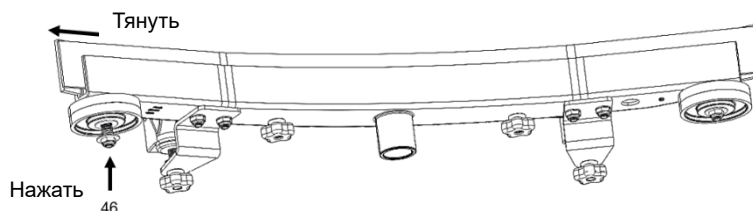

РИС.27
3. При необходимости замените или переверните лезвия. Операция выглядит так, как показано на Рис. 27.